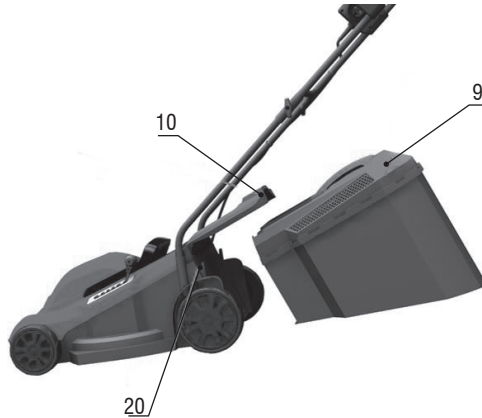

Figura 8 – Montaje del recogedor en la máquina
e) Abra la tapa de protección (10), alinee los enganches del recogedor (20) y apriete, fijando el recogedor (9) en la máquina (figura 8).